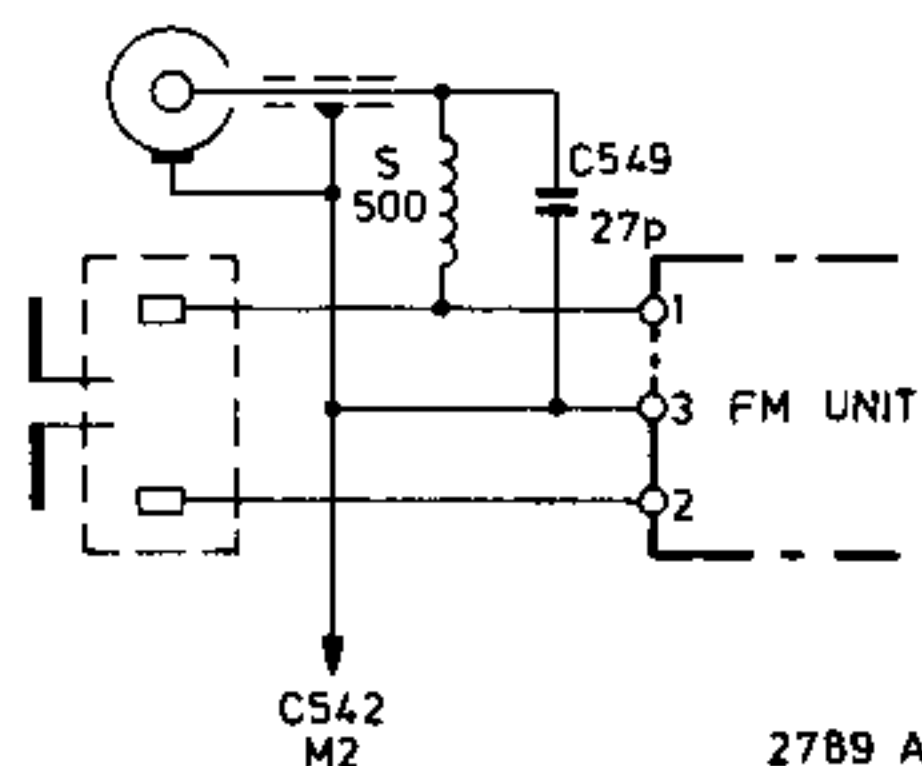

Fig. 3
5. Om de 6^e harmonische te onderdrukken zijn S500 (4822 157 40135) en C549 (27 pF 4822 122 30045) toegevoegd aan de FM antenneingang volgens fig.3.
5. Pour supprimer le 6e harmonique, S500 (4822 157 40135) et C549 (27 pF - 4822 122 30045) sont ajoutés à l'entrée d'antenne FM selon la fig.3.
5. Um die sechste Harmonische zu unterdrücken, sind S500 (4822 157 40135) und C549 (27 pF - 4822 122 30045) dem FM-Antennen-Eingang hinzugefügt worden (siehe Abb.3) . Aus demselben Grund ist an den FM-Antennen-Eingang ein zusätzliches Stück Bandkabel (11 cm) angeschlossen worden.